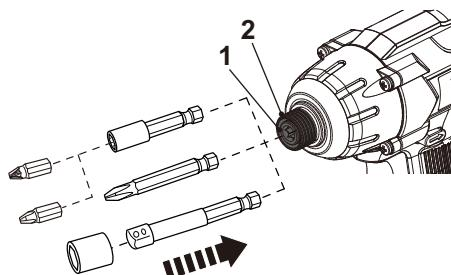

Fig. 1
- > Puxe a bucha de aperto (2) e insira uma ponta de apafusar adequada até ao fundo do mandril (1). Solte a bucha de aperto (2) para fixar a ponta em posição (Fig. 1).